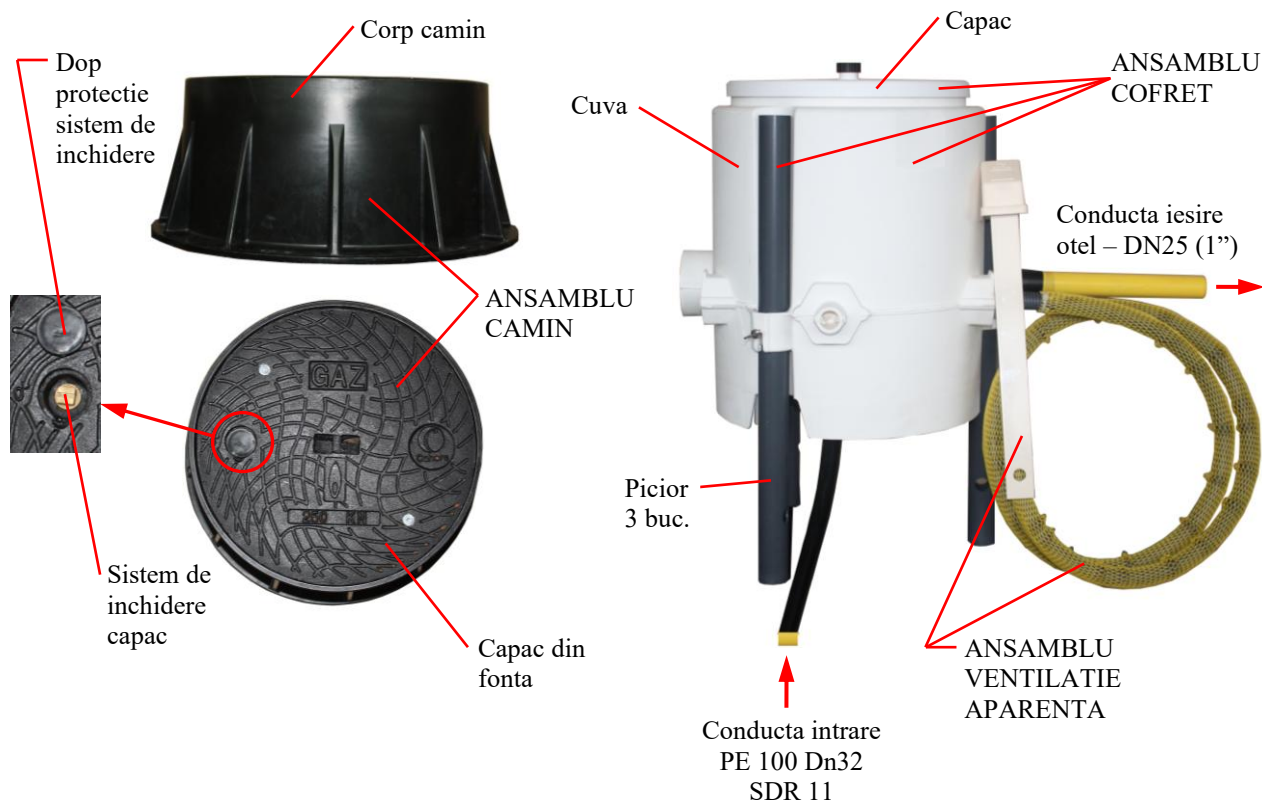

Fig. 1
1. Componenta conform Fig. 1.
➤ Sistem de ventilatie pentru punere sub presiune atmosferica conform Fig. 1 – este de tipul ventilatie aparenta si este destinat sa asigure punerea sub presiune atmosferica a cofretului pentru o buna functionare a regulatorului si pentru o evacuare eficienta a posibilelor emanatii de gaz.